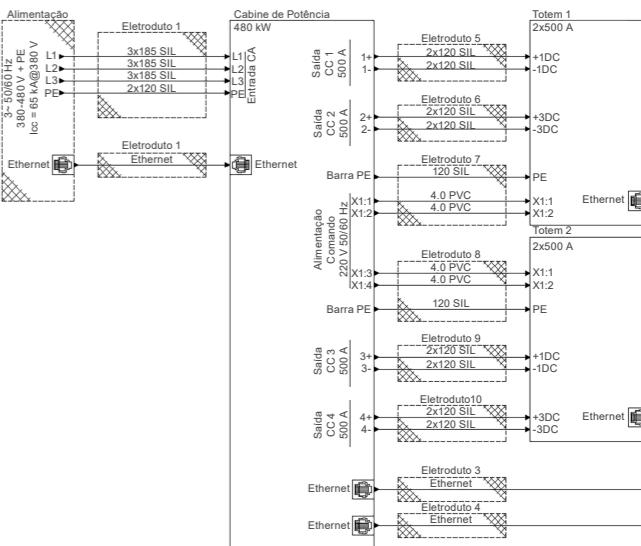

Figura 5.4: Esquema de ligação: alimentação, Cabine de Potência e Totens
- As bitolas dos condutores especificadas consideram a tensão de alimentação de 380V. Um esquema detalhado de ligação é apresentado na Figura 5.4.
- Cada barra de entrada possui dois (02) furos M12, cada furo M12 permite a conexão de até dois (02) terminais, uma pela frente e outro por trás da barra.